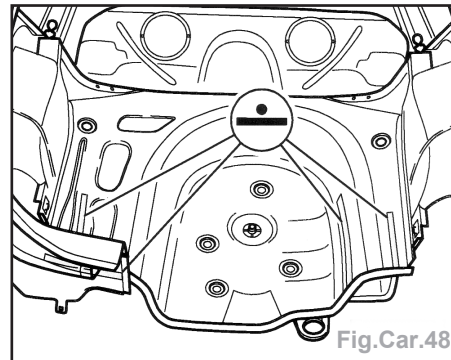

Fig.Car.48
- Souder le plancher du coffre par soudure ponctuelle (Fig.Car.48).